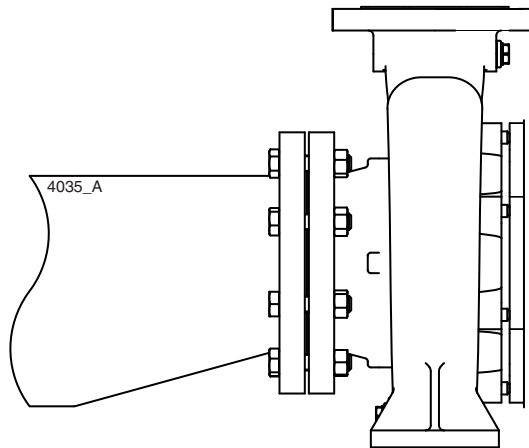

Figura 6: Reducción excéntrica de la brida de succión.
- El paso interior del tubo de succión debe tener un diámetro suficiente. Dicha tubería debe ser lo más corta posible y colocarse de tal modo que se evite la formación de bolsas de aire. Si esto resulta imposible, deberá instalarse un dispositivo de ventilación en el punto más alto del tubo. En caso de que el tubo de succión tenga un diámetro interior superior al de la conexión de succión de la bomba, deberá utilizarse una reducción excéntrica para evitar la formación de bolsas de aire y turbulencias. Consulte figura 6.